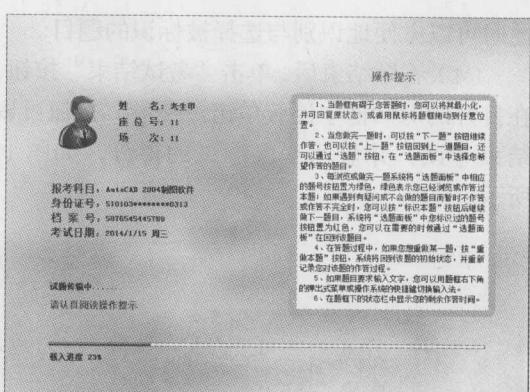

图 9 操作提示界面
(2) 单击“登录”按钮进入提示界面，此时应仔细阅读其中的“操作提示”信息，并等待进入考试界面，如图 9 所示。